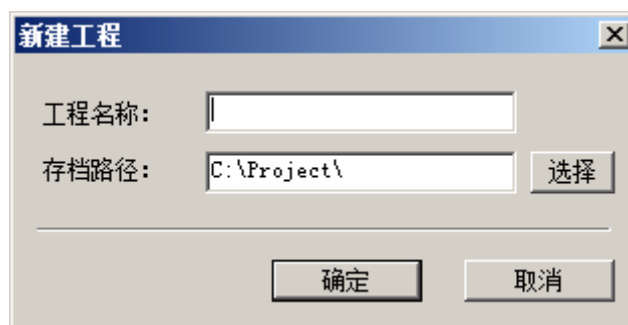

图 3-2 新建工程
- 单击工具栏按钮，或单击菜单命令【文件/新建】，弹出如图 3-2所示的新建工程对话框。